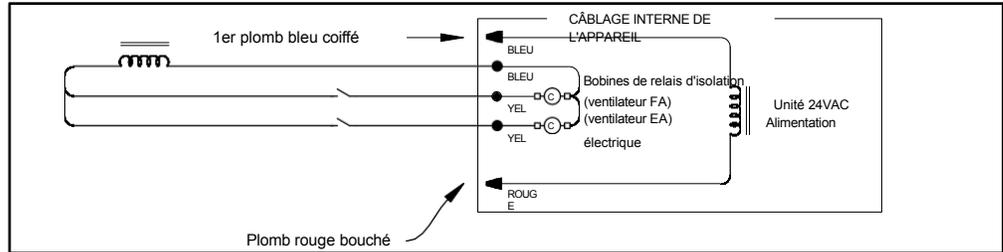

FIGURE 5.6.3 DEUX CONTACTS DE RELAIS EXTERNES ALIMENTANT 24 VAC À PARTIR D'UNE SOURCE EXTERNE
5.6.4 Système de contrôle envoyant deux signaux 24 VAC "On" (à partir d'une source d'alimentation externe) Utiliser la figure 5.6.3 uniquement si le VRE est doté d'une commande de ventilateur indépendante :